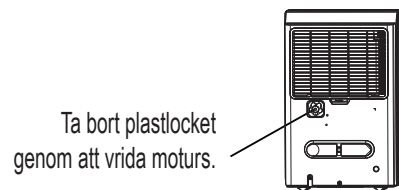
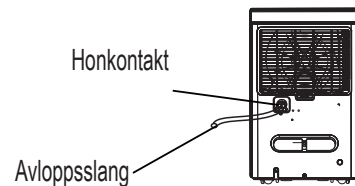

Fig.9
Fig.10
- Ta bort plastlocket från enhetens bakre avloppsuttag och för det åt sidan. Sätt sedan in dräneringsslangen genom dräneringsuttaget på enheten och led dräneringsslangen till golvavloppet eller en lämplig dräneringsanläggning. (Se Fig. 9 och Fig. 10)